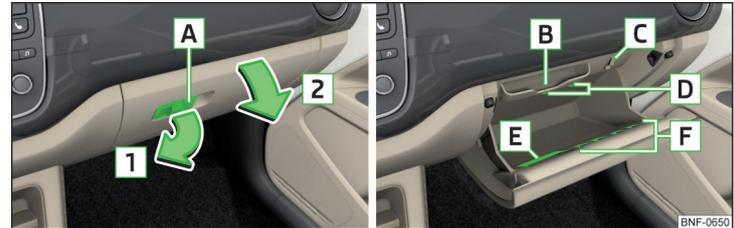

Abb. 69 Ablagefach öffnen / Innenraum des Ablagefachs
Ablagefach » Abb. 69
- » Befindet sich im Öffnungshebel **A** » Abb. 69 ein klappbarer Haken » Abb. 71 auf Seite 66, aufgehängte Gepäckstücke vom Haken abnehmen.